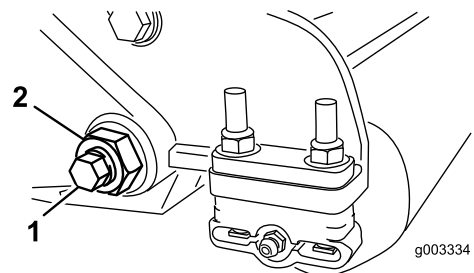
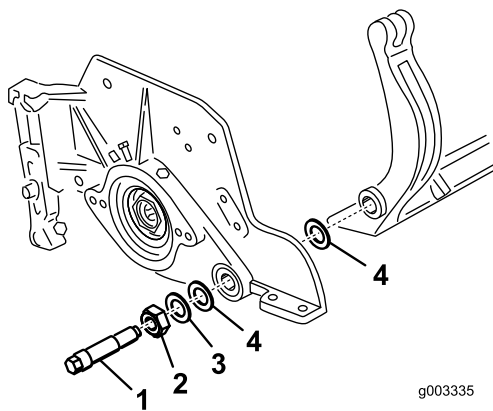

Bild 31
Bild 32
3. Lösen Sie an jeder Seite der Maschine die Sicherungsmutter, mit der die Schraube des Untermesserträgers befestigt ist (Bild 31).
4. Nehmen Sie jede Schraube des Untermesserträgers ab, damit der Untermesserträger nach unten gezogen und von der Maschinenschraube entfernt werden kann (Bild 31). Bewahren Sie die zwei Nylonscheiben und die Scheibe aus gestanzten Stahl an jedem Ende des Untermesserträgers auf (Bild 32).
4. Legen Sie eine Stahlscheibe außen auf jede Nylonscheibe (Bild 32).